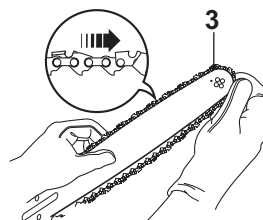

Fig. 2
- > Étalez la chaîne [3], en faisant attention à bien orienter les lames dans le sens de rotation, puis enfitez la chaîne dans la rainure autour du guide-chaîne [4] (Fig. 2).